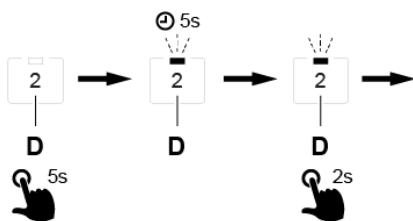

Fig. 12
- För att programmera om funktionsläget till variant 2, håll in knapp D i fem sekunder. Se Fig. 12. Släpp knappen när dioden börjar blinka.